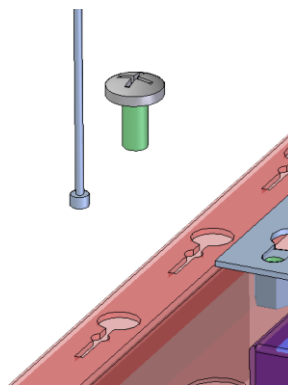

Fig. 6
4. Bloccare le estremità inferiori sul cassonetto, utilizzando l'apposita vite di fissaggio facendo in modo che il cavo non possa fuoriuscire (Fig.6)
4. Block the other end with the ball inside the hole on the luminaire and fix with the supplied screw in way lock it into place (Fig.6).